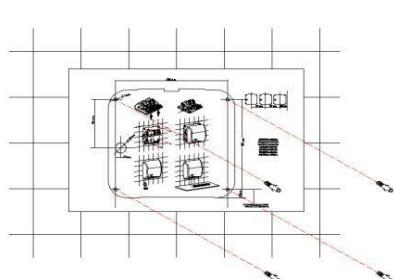

Bild Nr. 6
1. Mithilfe der beiliegenden Schablone 4 Löcher von jeweils \varnothing 8 mm (\varnothing 0,31") bohren. Den Bohrstaub ausblasen und die 4 mitgelieferten Dübel bündig einsetzen (siehe Bild Nr. 6).